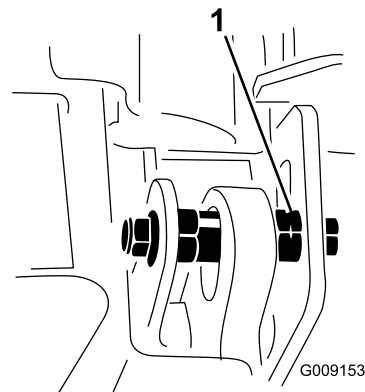

Figure 8
**Remarque:** Un cran dans la partie hexagonale de l'excentrique est situé à 180° du bossage de la came excentrique (Figure 8). Utilisez les crans pour repérer l'emplacement des bossages lors du réglage des excentriques.